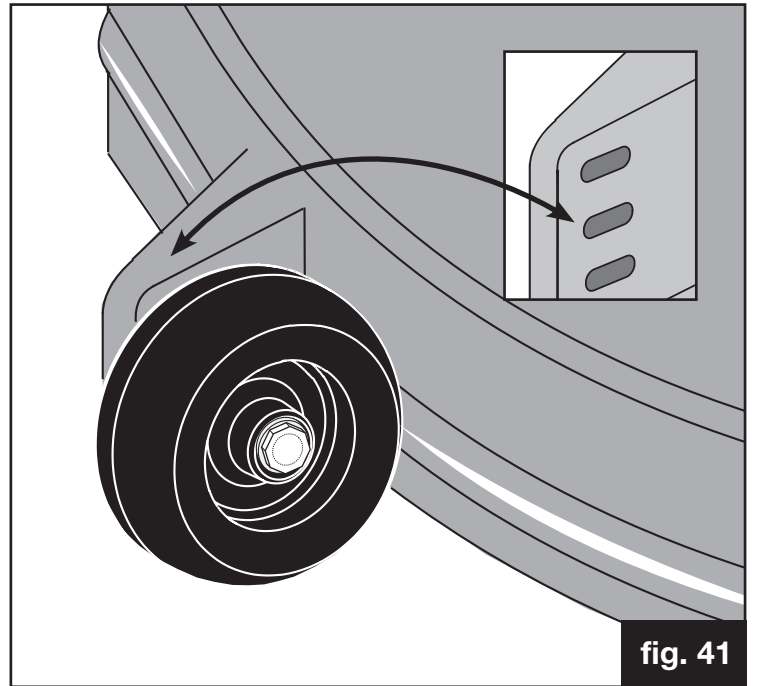

fig. 41
1. Vérifiez que les roues "anti-scalp" sont toutes réglées à la même hauteur et corrigez le réglage au besoin (Fig 41).